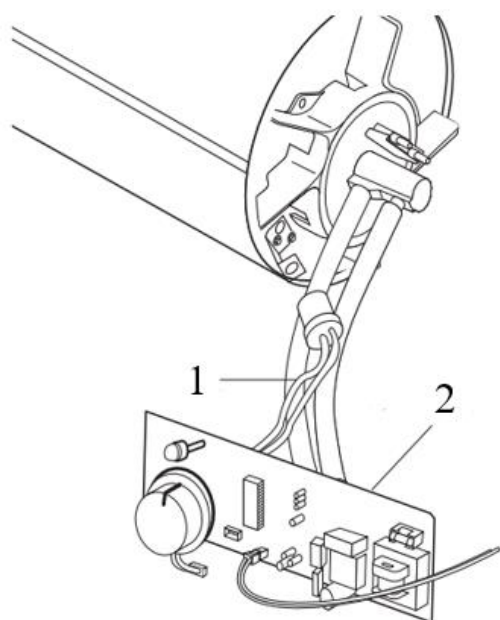

Рис. 10
- Выньте фотоэлемент из держателя (Рис.10).